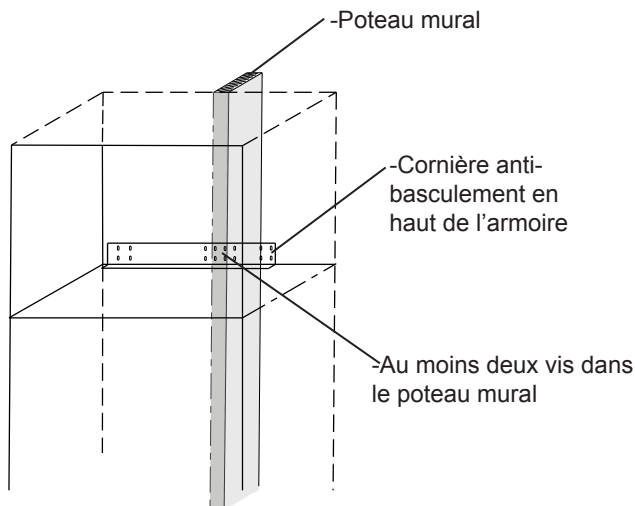

Figure 8
La cornière anti-basculement est fixée sur l'armoire et fait toute sa largeur. Localisez un poteau mural derrière l'armoire et fixez-y la cornière anti-basculement avec au moins deux (2) vis #8 x 1½" fournies. Voyez la Figure 8.